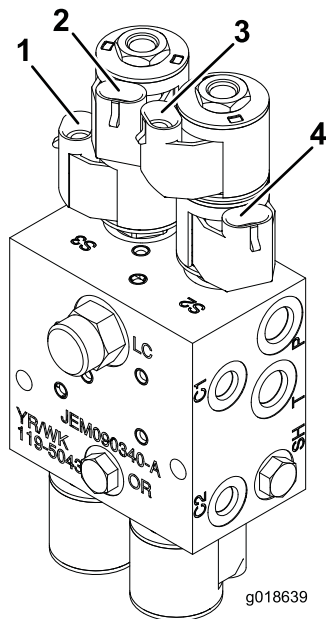

Figura 19
8. Conecte los conectores "Left Boom/Up; Left Boom/Down" (Brazo izquierdo/arriba; Brazo izquierdo/abajo) del arnés de cables a las válvulas de solenoide del bloque hidráulico (Figura 19).